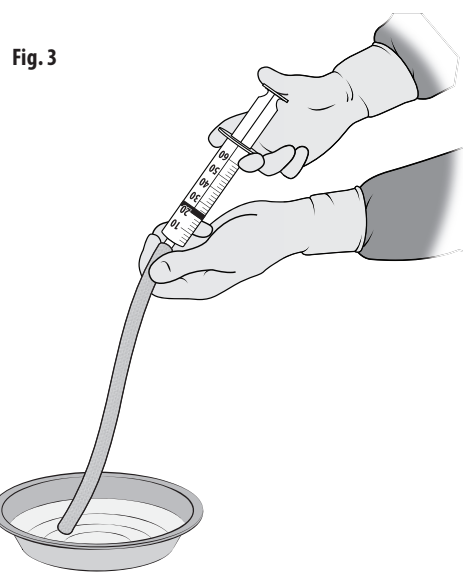

Fig. 3
- Bruk en steril sprøyte til å skylle protesens lumen med 20 ml sterilt fysiologisk saltvann. Fig. 3. Gjenta minst to ganger.